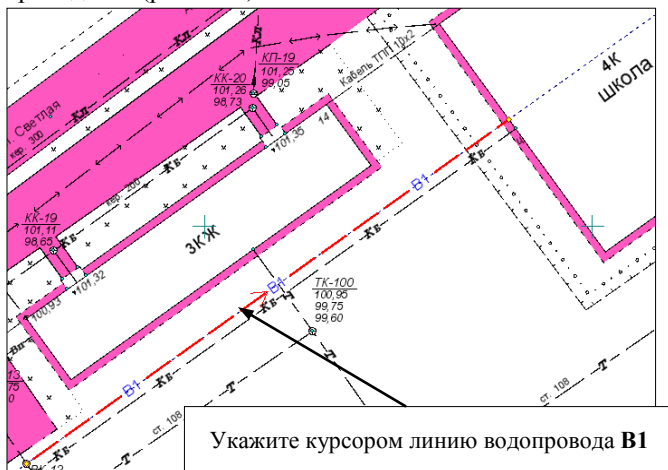

Рис. 13.3
- Укажите курсором в графической области плана линию водопровода **В1** (рис. 13.3).